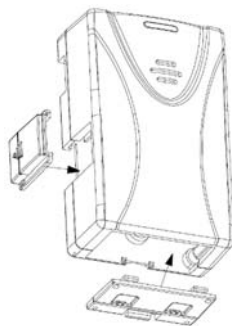

Fig. 1 – Batterifack och sensorplatta
1. Öppna batteriluckan och installera batteriet (se fig. 1).